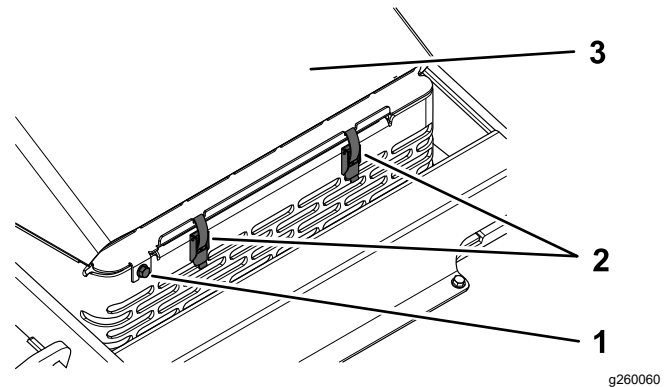

Figura 33
3. Afloje el tornillo de bloqueo del capó (Figura 33).
4. Sujete el capó y suelte los dos enganches (Figura 33).
5. Levante el capó (Figura 33).
2. Apriete el tornillo de bloqueo del capó (Figura 33).